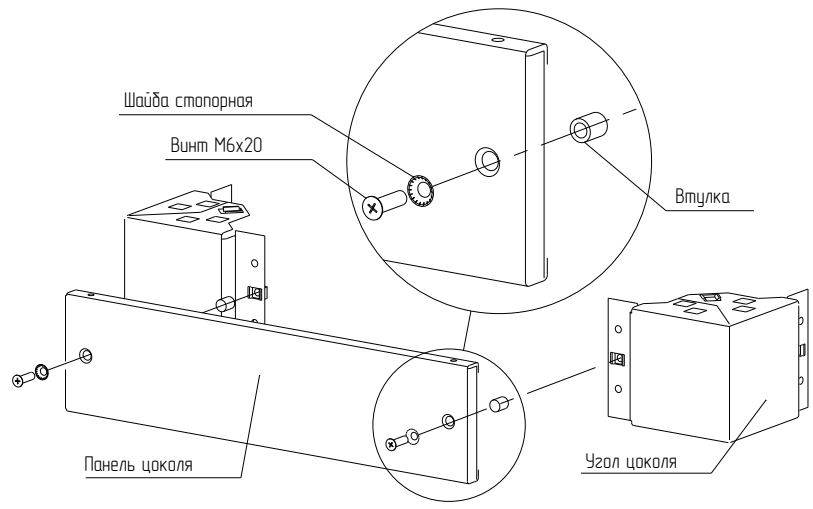

Рисунок 6
4.3.3 Вставьте в панель цоколя два винта М6×20 со стопорной шайбой и втулкой на каждом винте (рисунок 6) и закрепите панель цоколя на углах цоколя. Момент затяжки – 4 Н·м.